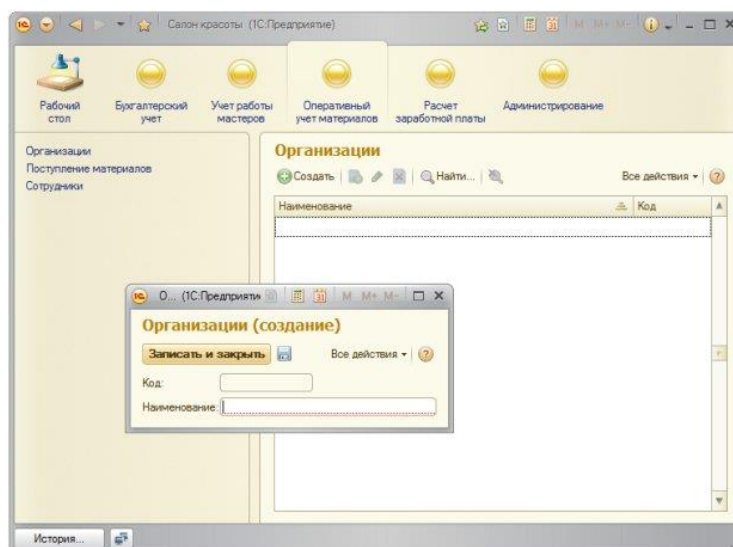

Рисунок 5.22- Справочник Организации
9.7 Для начала перейдем на вкладку **Оперативный учет материалов**. Обратите внимание на то, что в панель навигации раздела были автоматически добавлены ссылки для доступа к только что созданному справочнику **Организации** и к документу **Поступление материалов**. Щелкнем по ссылке **Организации**. В рабочей области окна появится список справочника. На данный момент он пуст, так как мы пока не заполняли справочник организациями, по которым будет вестись учет в базе. Щелкнем по кнопке **Создать**, которая расположена на командной панели списка – появится отдельное окно для заполнения свойств элемента справочника, **Рисунок 5.22**. Можно отметить, что помимо стандартных реквизитов (**Наименование**, **Код**) данный справочник не содержит ничего другого – это неудивительно, мы исключили его из состава общего реквизита **Организация**.